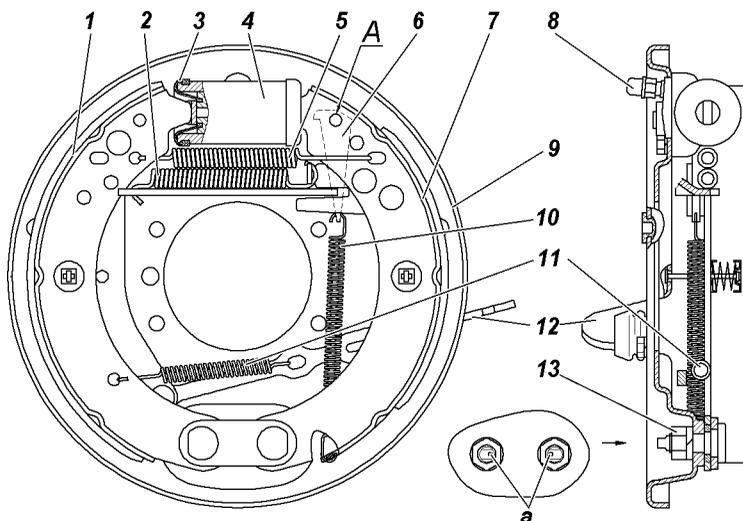
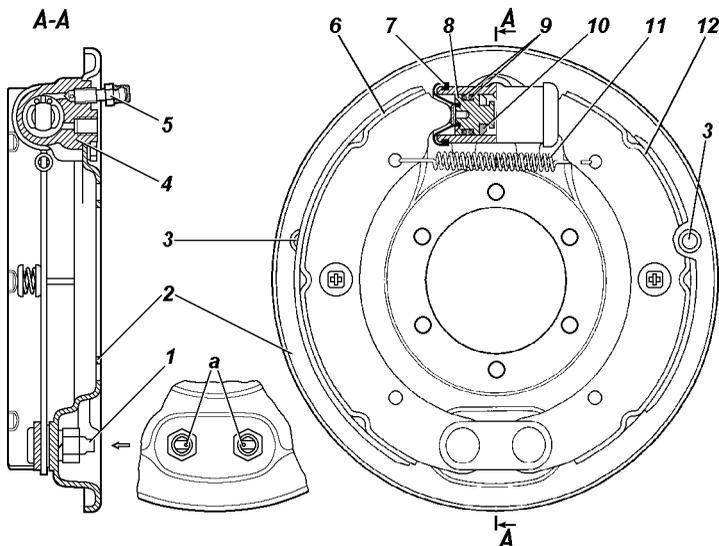

Рис. 9.22. Тормоз заднего колеса под колесный стояночный тормоз (Вариантное исп. 1):
Рис. 9.23. Тормоз заднего колеса (Вариантное исп. 2):
**Барабанные тормозные механизмы задних колес** (рис. 9.22, рис. 9.23 в зависимости от комплектации). Периодически снимайте тормозные барабаны и очищайте детали тормозов от пыли и грязи. Периодичность этой операции зависит от
После снятия барабана убедитесь в отсутствии течи из колесных цилиндров, а также в надежности крепления колесных цилиндров к щитам. Обращайте внимание на состояние защитных колпаков 3 (рис. 9.22) колесных цилиндров и их установку, степень износа фрикционных накладок, а также состояние тормозного барабана.
При замене изношенных колодок или накладок, поршни вместе с упорными кольцами необходимо сдвинуть вглубь цилиндра для свободного надевания барабана на колодки. Для тормозов (Вариантное исп. 1) при замене колодок или накладок, кроме этого необходимо поднять вверх регулировочный клин 6 (рис. 9.22). Для удобства сборки предварительно зафиксировать клин на колодке, для чего совместить отверстие в верхней части клина с отверстием А (рис. 9.22) в ребре колодки и вставить в эти отверстия стержень диаметром 6...8 мм. По окончании сборки, стержень удалить. После сборки необходимо нажать 2-3 раза на педаль тормоза для установки поршней в рабочее положение.